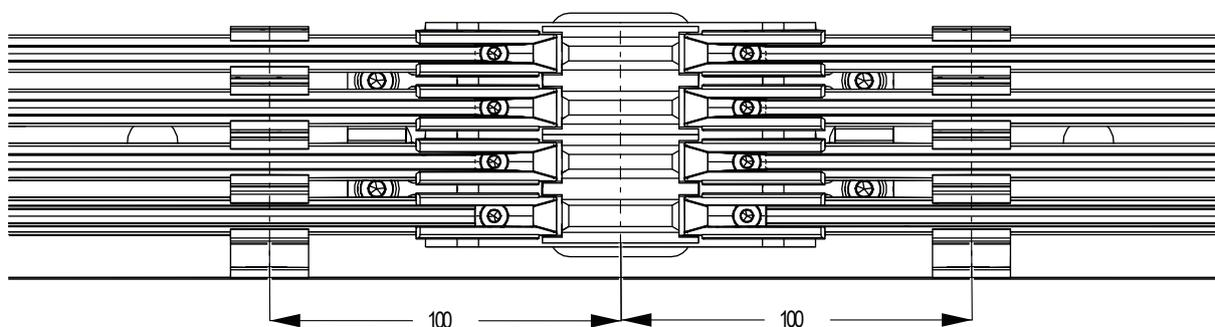

Abb. 6: Abstand Schleifkontakt Sensoreinheit Schienenhalter
- Links und rechts der Schleifkontakt-Sensoreinheit sind in einem Abstand von ca. 100 mm zwingend Schienenhalter anzubringen (Abb. 6)